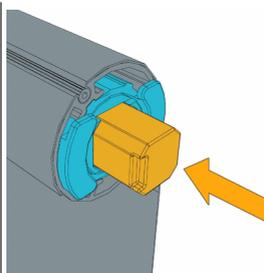
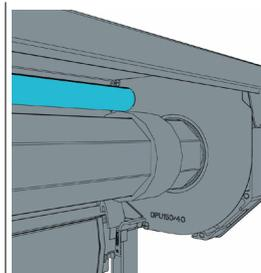

Рис. 22. Подпружиненная часть опоры
Рис. 23. Установка правой части вала с антимоскитной сеткой
- установить правую часть вала, при этом нажать на выступающую подпружиненную часть опоры **M-OP** (рис. 22) так, чтобы она вошла в вал, и завести в отверстие кронштейна **M-BR-R** или ограничительной пластины **GPU** до характерного отщелкивания (рис. 23);